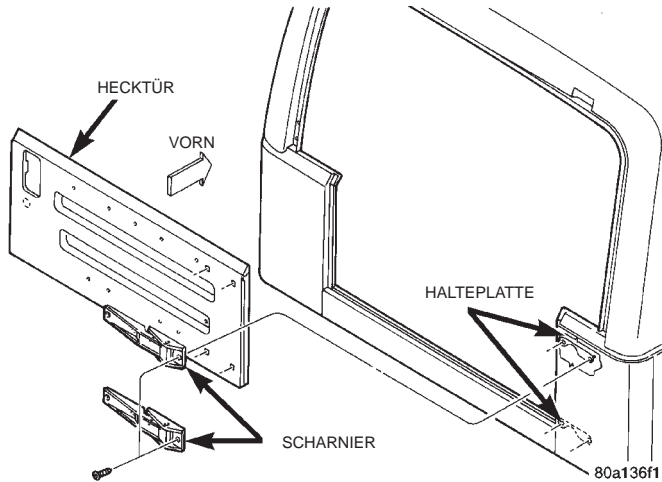

Abb. 82 Hecktürscharnier
(1) Umriß des Scharniers an der Karosserie mit einem Fettstift markieren.
(2) Befestigungsschrauben lösen, mit denen das Scharnier an Karosserie und Hecktüre befestigt ist (Abb. 82).
(3) Scharnier von der Hecktüre abbauen.